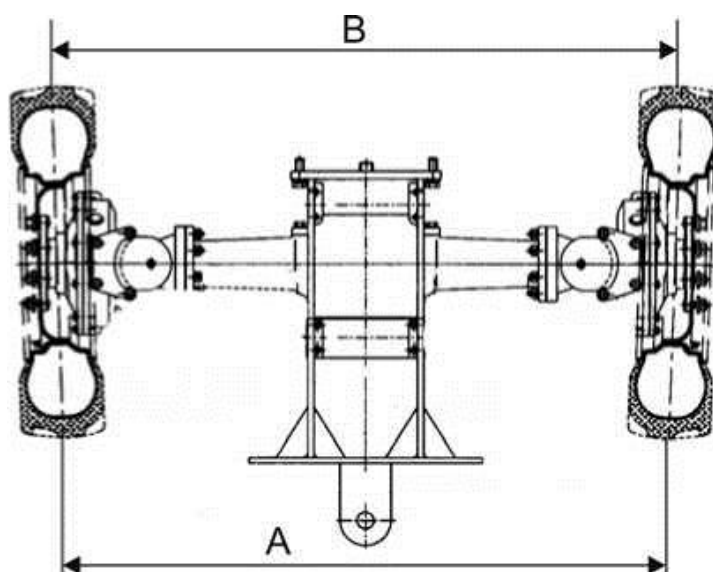

Рисунок 5.3. Регулировка схождения передних колес
4) Рулеткой измерять расстояние «В» между нанесенными метками с точностью до 1 мм как, показано на рис. 5.3.